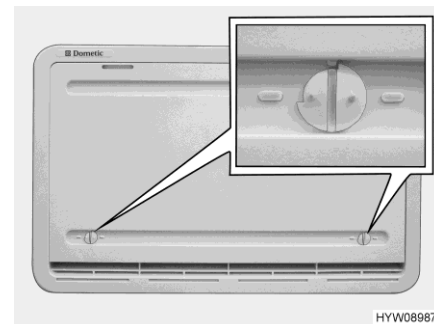

Fig. 171 Copertura invernale (griglia di aerazione del frigorifero)
Le coperture invernali (Fig. 171) proteggono il gruppo frigorifero dall'aria fredda. Posizionare le coperture invernali davanti a entrambe le griglie di aerazione del frigorifero quando la temperatura esterna scende al di sotto di +10 °C (sia per funzionamento elettrico che a gas).
- Aprire entrambi i bloccaggi (Fig. 171), la scanalatura risulterà orizzontale.